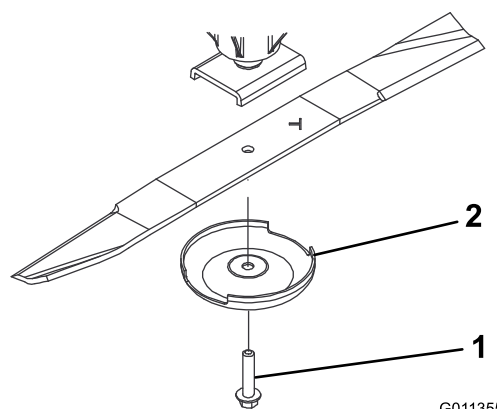

Figura 126
3. Retire o parafuso da lâmina, o recipiente antidanos e lâmina do eixo (Figura 126).